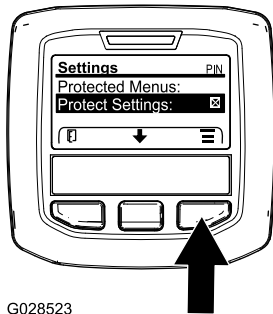

Figure 32
1. Dans le MENU PRINCIPAL, appuyez sur le bouton central pour naviguer jusqu'au menu RÉGLAGES, puis appuyez sur le bouton droit (Figure 32).